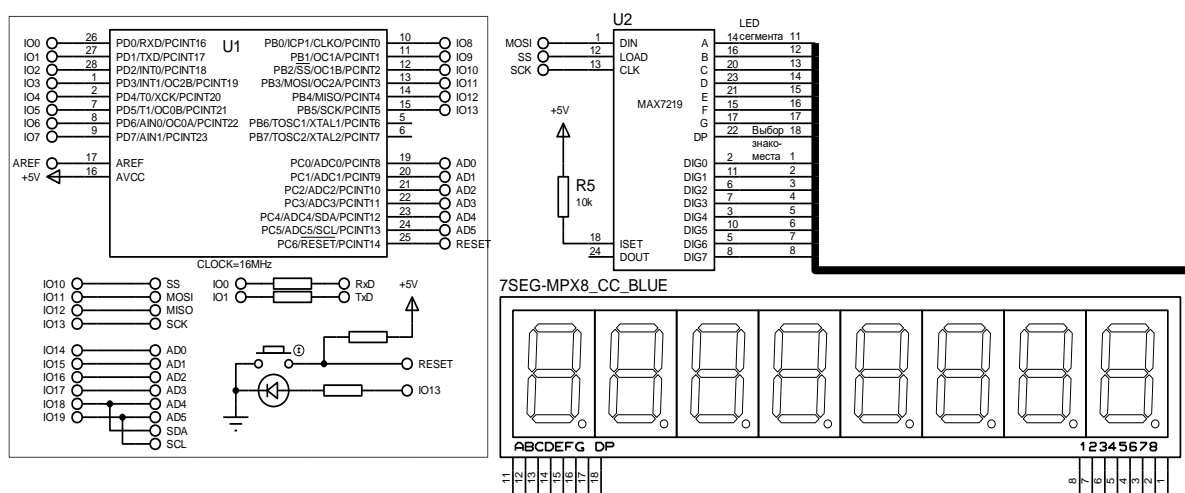

Рисунок 4.1 — Схема подключения 8-разрядного семисегментного индикатора с контроллером динамической индикации MAX7219
1. Написать программу для реализации индивидуального задания измерительного устройства (табл. 4.1) с выводом информации на 8 разрядный семисегментный индикатор с контроллером MAX7219 (рис. 4.1). На старшие 4 знакоместа выводится двузначный номер студента в журнале (1, 2 знакоместо слева) и инициалы (3, 4 знакоместо слева - ФИ, выбираются латынь или кириллица для обеспечения прорисовки на семисегментном индикаторе, при необходимости можно повернуть букву на 90° против часовой стрелки). На младшие 4 знакоместа (5 – 8 знакоместа слева) – числовая информация, возможно со знаком, и значащими цифрами о величине измеренного напряжения (в вольтах или милливольтях).